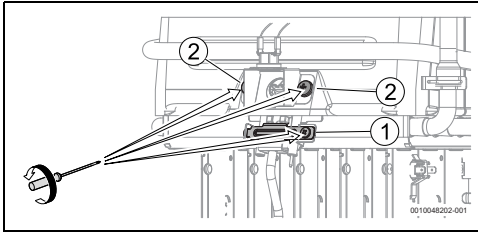

Fig. 18
- rimuovere la vite che fissa il raccordo del bruciatore di accensione, fig. 18, [1].
- Rimuovere le viti che fissano il raccordo del dispositivo di controllo per lo stato della camera di combustione, fig. 18, [2].